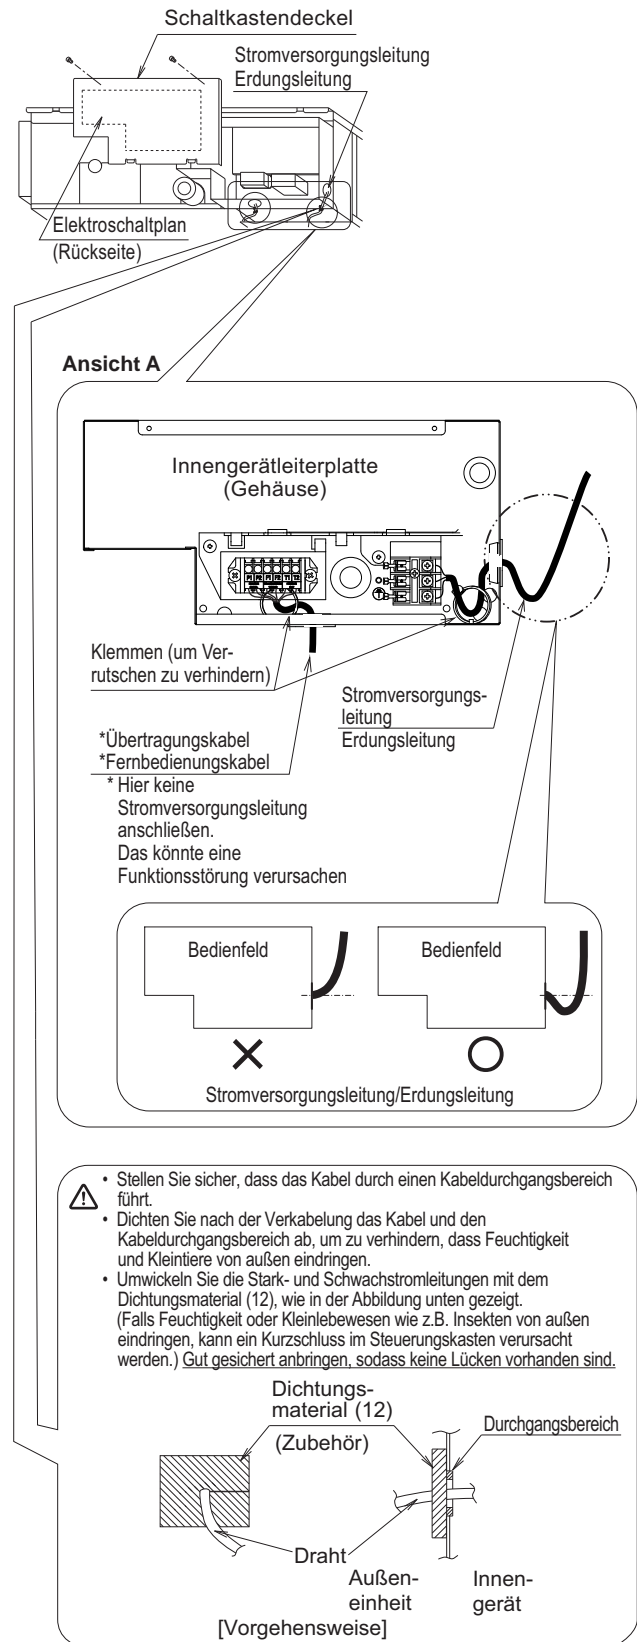

Abb. 17
Sichern Sie die Kabel mit den als Zubehör erhältlichen Kabelklemmen (9) (10) wie in Abb. 17 dargestellt, damit kein Zug auf die Anschlüsse der Kabel entsteht.
- Ehe die Anschlüsse vorgenommen werden, muss der Deckel des Steuerkastens, wie in Abb. 17 dargestellt, entfernt werden, siehe Ansicht A.